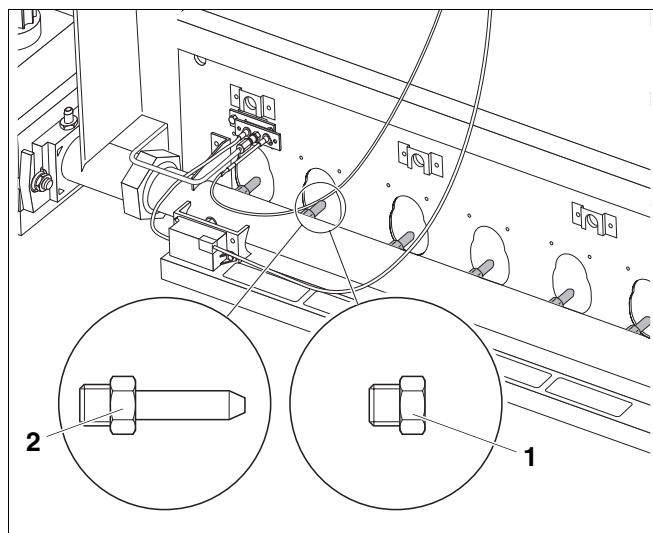

Рис. 27 Проверка форсунок основного газа
- Проверить форсунки основного газа (рис. 27) и заменить на форсунки для нового вида газа. При этом установить новые уплотнения и проверить обозначение форсунок (таб. 20).